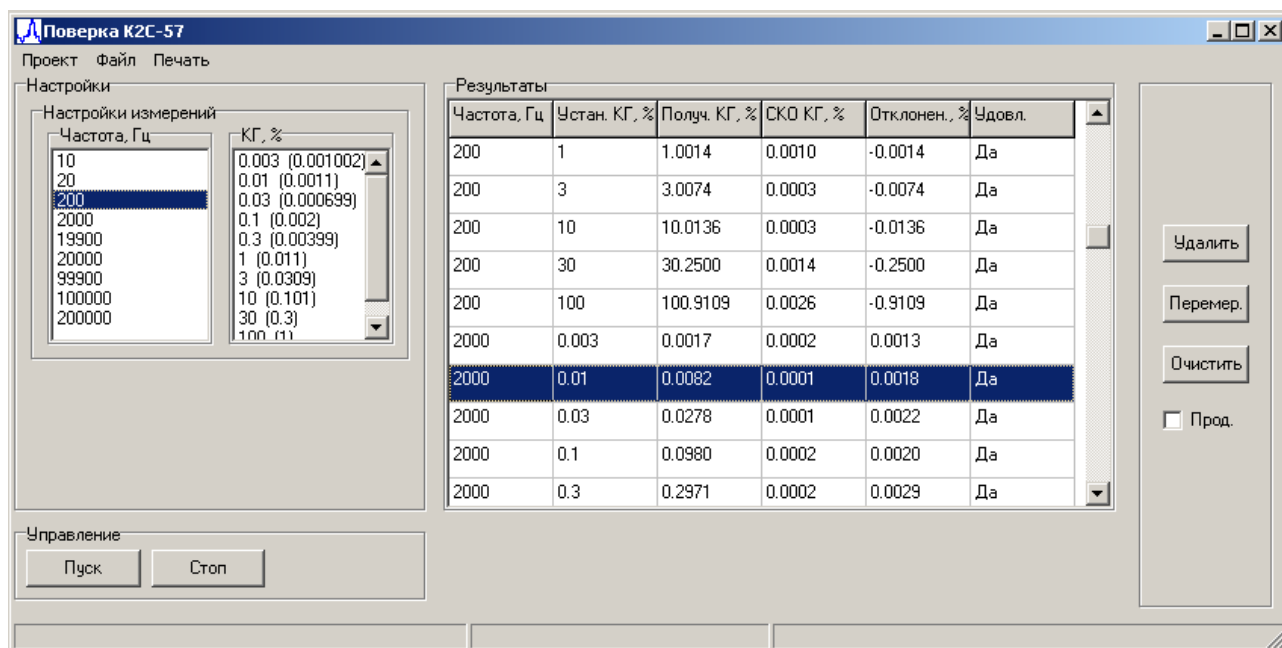

Рисунок 32. Проведение повторных измерений в выбранной точке
6.5.1.5 Если необходимо заново провести измерения в какой-либо точке, следует выделить соответствующую ей строчку в таблице результатов и нажать кнопку «Перемер.» (см. рисунок 32).